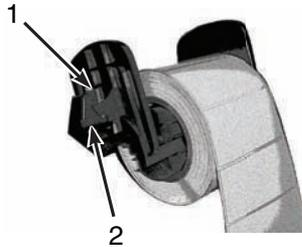

Bild 16, Etikettenmaterial
3. Schieben Sie die Brady Etikettenrolle auf die Rollenaufnahme und bauen Sie das Endstück (**Bild 16, 1**) wieder ein, das für eine automatische Zentrierung der Rolle auf der Rollenaufnahme sorgt.
4. Setzen Sie die Rollenaufnahme wieder in die Nuten des Rahmens ein. Stellen Sie sicher, dass die elektrischen Kontakte unter den seitlichen Endstücken (**Bild 16, 2**) richtig im Rahmen sitzen, so dass der Drucker die Materialkennzeichnung richtig lesen kann. Stellen Sie sicher, dass das Material auf der oberen Seite des Streifens liegt, wie in gezeigt **Bild 16**.